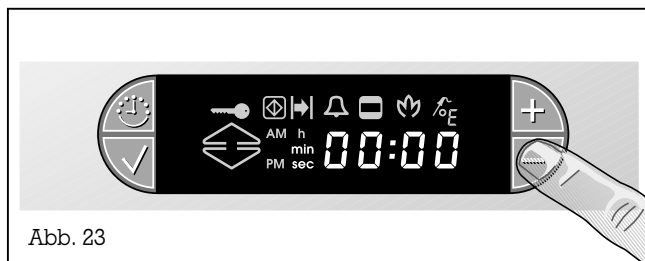

Abb. 23
- Betätigen Sie bei eingeschaltetem Gerät die Taste - (Abb. 23).